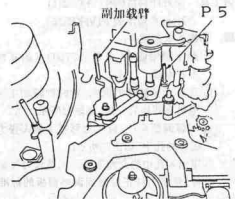

图70
④顺时针方向转动主电机, 直到离合器圆盘锁定(转动一圈, 离合器圆盘锁定一次);
⑤当离合器圆盘锁定时, 再次释放变换杆;
⑥重复步骤④和步骤⑤, 直到机构处于停机状态(半加载状态), 如图70所示;